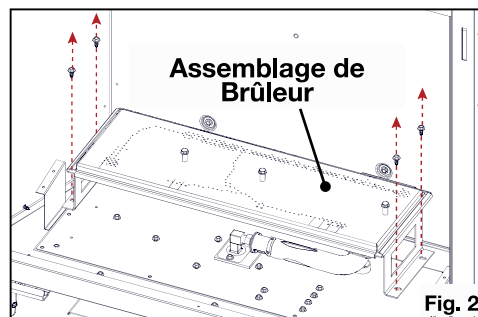

Fig. 2
4. Retirez les quatre (4) vis qui servent à sécuriser l'assemblage de brûleur en place (Fig. 2).